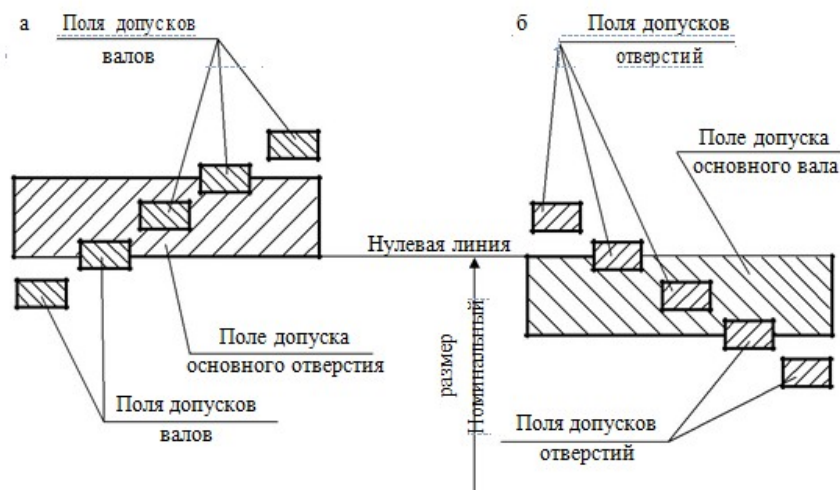

Рисунок 2.5 – Примеры посадок в системе отверстия и в системе вала
**Посадки в системе отверстия** – посадки, в которых нужные зазоры и натяги получаются сочетанием различных полей допусков валов с одним и тем же полем допуска основного отверстия (рисунок 2.5, а).
**Посадки в системе вала** – посадки, в которых нужные зазоры и натяги получаются сочетанием различных полей допусков отверстий с одним и тем же полем допуска вала (рисунок 2.5, б).